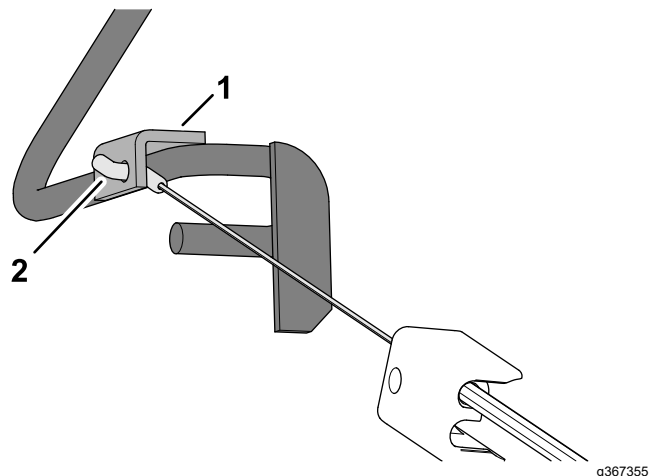

Figura 11
3. Inserte el acoplamiento del cable a través del taladro en el soporte de la barra de presencia del operador, tal y como se muestra en la Figura 11.